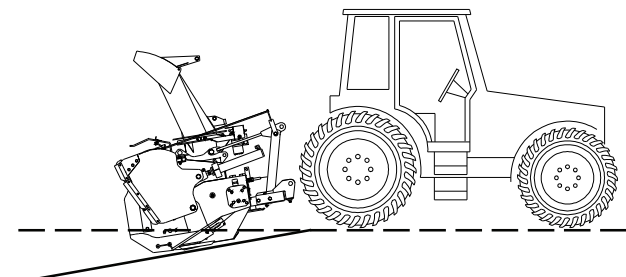
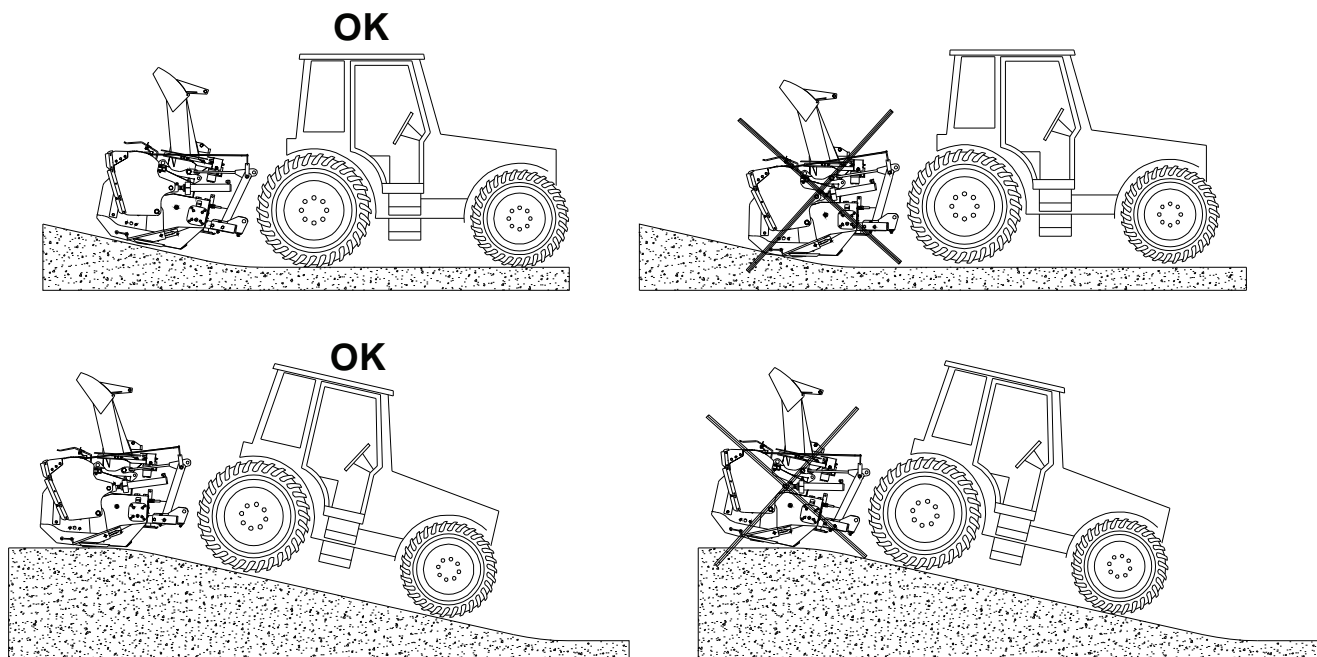
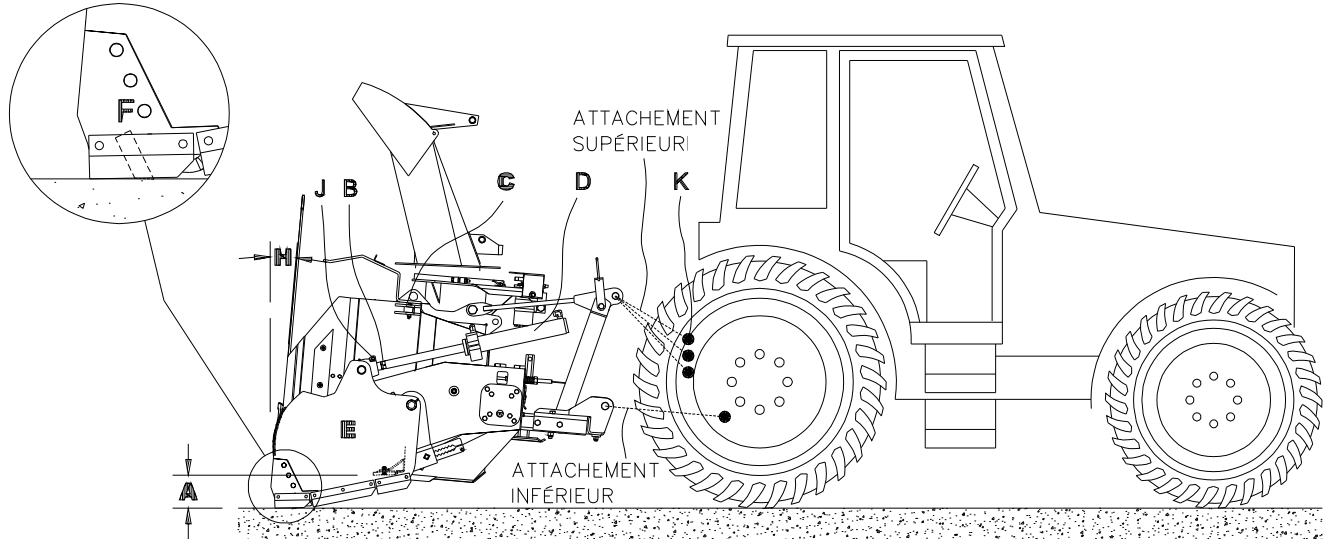

Figure 34
Figure 35
Fig. 37
- 1) Placer le tracteur et la souffeuse sur une surface nivelée. Si l'attache supérieur du 3 points (Fig. 37-K) de votre tracteur a plusieurs trous d'attache, choisir le trou qui produira un mouvement similaire à ce qui est montré à la figure 34. **Lorsqu'il y a une pente sur le terrain, les patins de la souffeuses doivent demeurer parallèles au sol lorsqu'elle est plus haute ou plus basse que le niveau du tracteur.** Ceci procurera une efficacité de grattage plus grande dans les changements de dénivellation et évitera des talonnements de la souffeuse sur les surfaces. Vous obtiendrez un mouvement en travail tel que montré à la figure 35.
- 1) Abaisser la lame X-PRO en étirant complètement les cylindres de la lame (Fig. 37-D). Abaisser la souffleuse jusqu'à ce que la lame X-PRO soit à quelques pouces du sol. S'assurer que la lame X-PRO est parallèle au sol. Corriger s'il y a lieu à l'aide des ajustements des cylindres (Fig. 37-B)
- 2) Abaisser la souffleuse jusqu'à ce que la lame touche par terre. Ajuster les cylindres (Fig. 37-D)
pour obtenir une hauteur (Fig. 37-A) approximative de 6" pour les modèles PXPL-86 et PXPL-86-92 et de 8" pour les modèles PXPL-92 et PXPL-92-98. Débuter l'ajustement en desserrant le boulon sur la main des cylindres (Fig. 37-J). Prendre ensuite une clé 7/8" et faire le nombre de tours nécessaires (Fig. 37-B) pour obtenir les dimensions requises (Fig. 37-A).
Vérifier que le patin court du TIVAR ou le patin en acier pour les autres modèles est parallèle au sol ou légèrement relevé du côté du tracteur (Fig. 37-F).
- 3) Relever la souffleuse et pivoter la lame X-PRO le plus haut possible. Les côtés (Fig. 37-E) doivent être bien appuyés sur les butées (Fig. 37-C). Une valve de relâchement a été prévue pour protéger le mécanisme lorsque la lame appuie sur les butées. Pour un ajustement optimal, serrer la vis d'ajustement de la valve au maximum et ensuite dévisser d'un demi-tour.